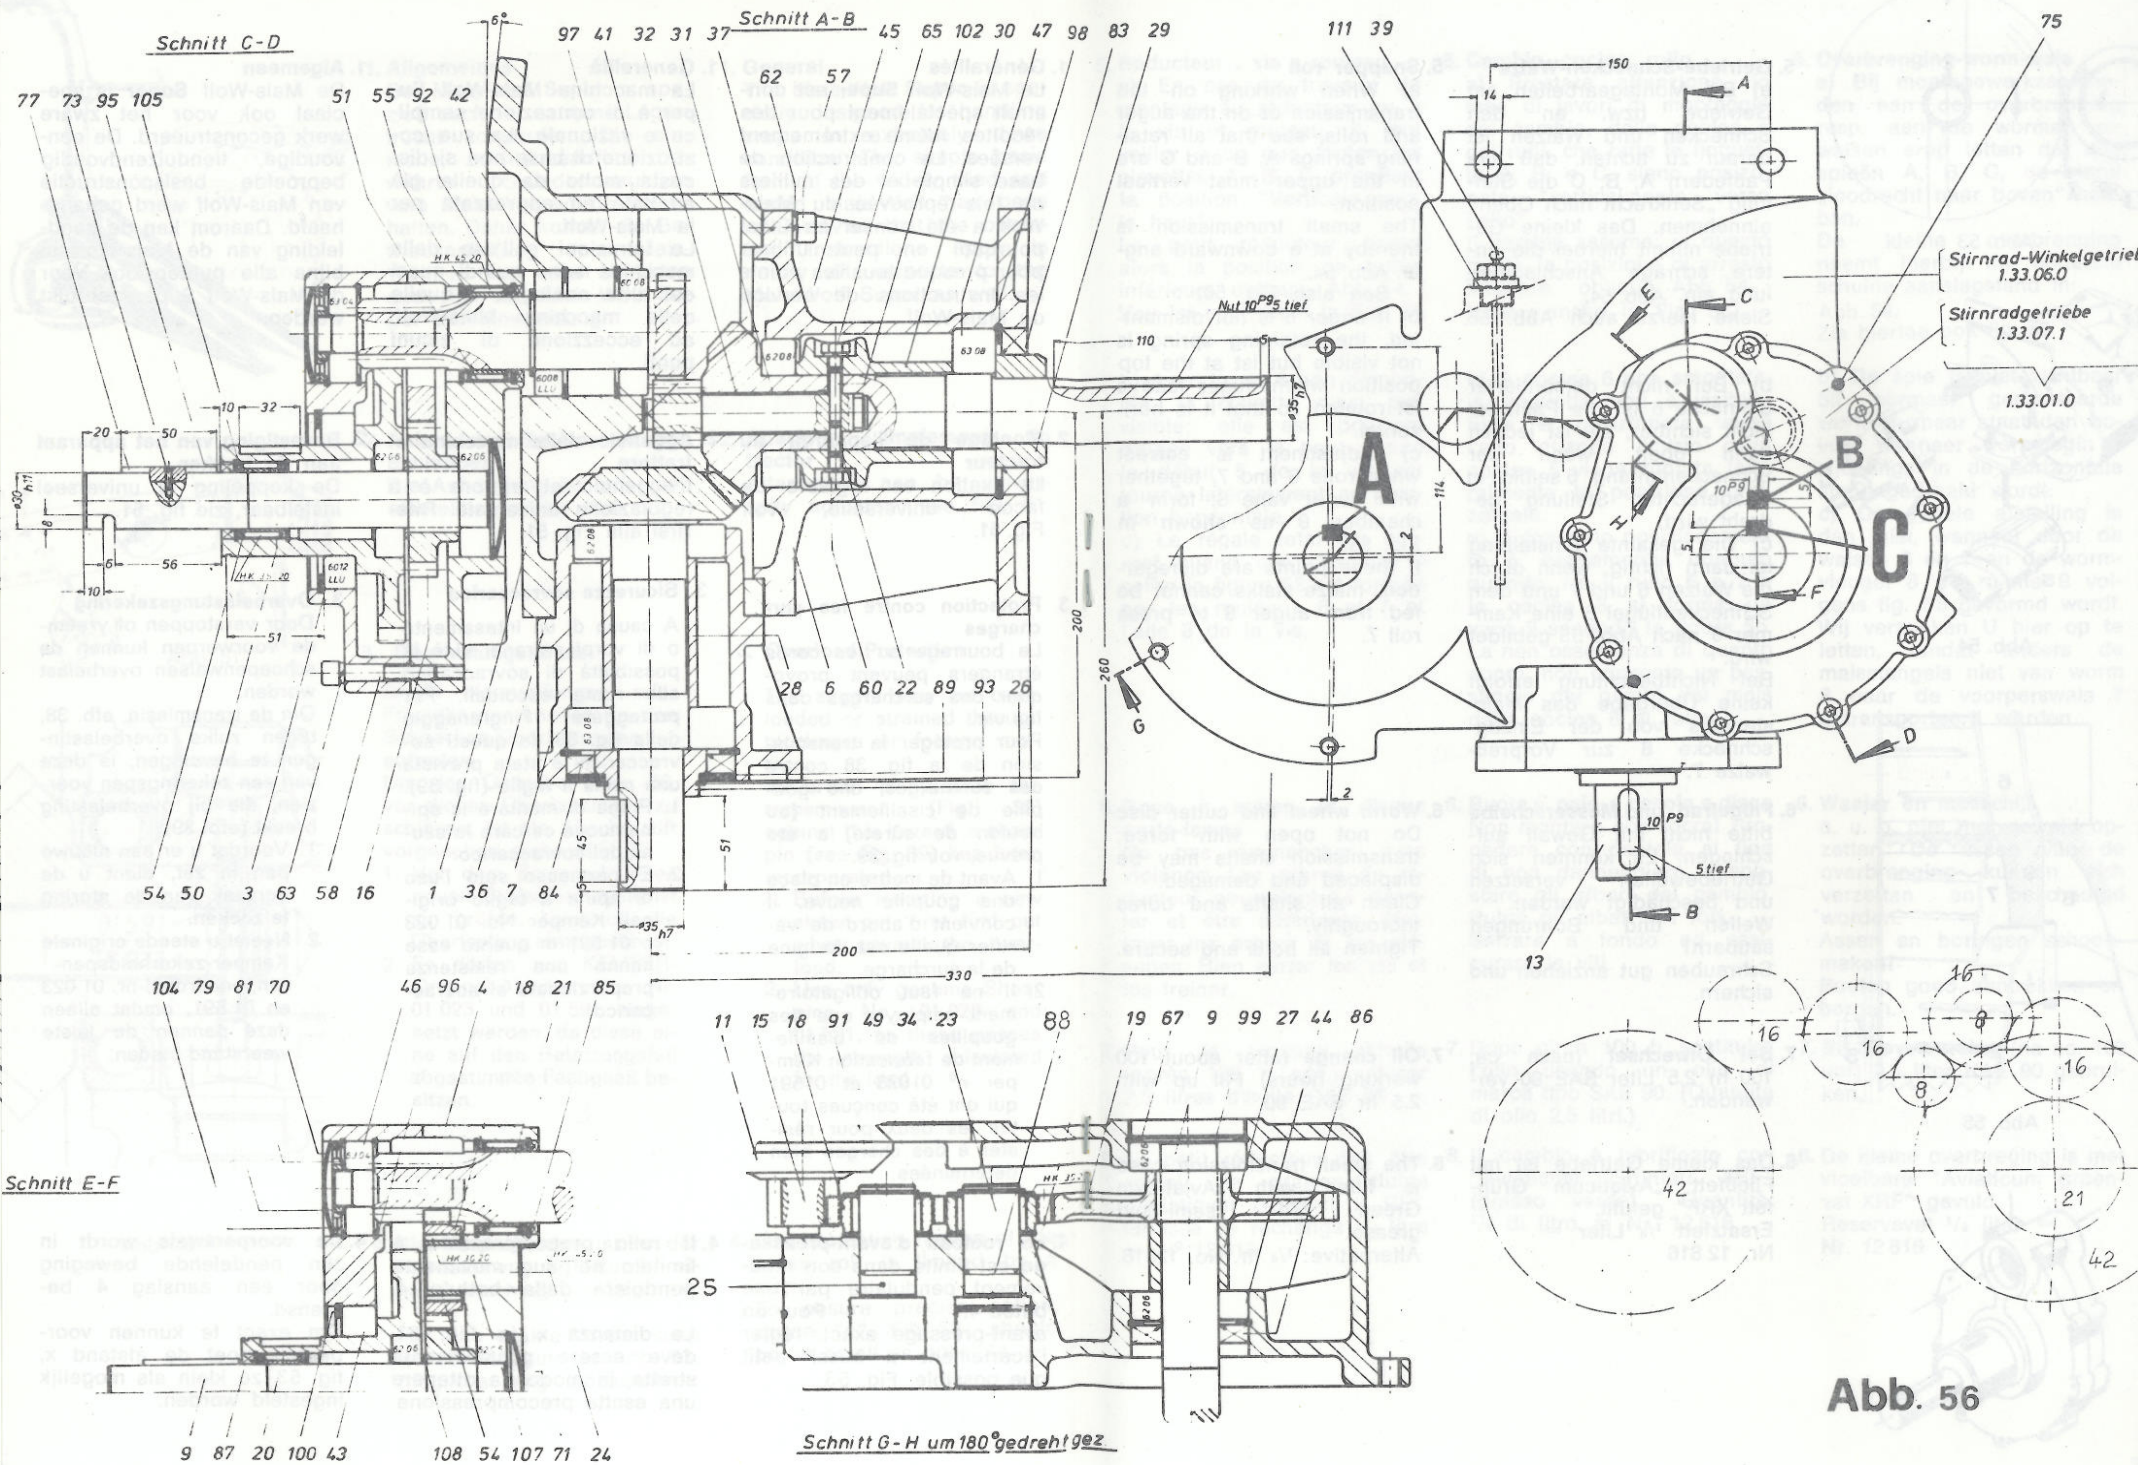

Abb. 56
a) Bei Montagearbeiten am Getriebe bzw. an den Schnecken und Walzen ist darauf zu achten, daß alle Paßfedern A, B, C die Stellung „Senkrecht nach Oben“ einnehmen. Das kleine Getriebe nimmt hierbei die untere schräge Anschlagstellung ein. Abb. 54. Siehe hierzu auch Abb. 56.
See also Fig. 56.
Le petit réducteur prend alors la position de butée inférieure oblique. Abb. 54. Voir ici également la Fig. 56.
Vedere anche la Fig. 56.